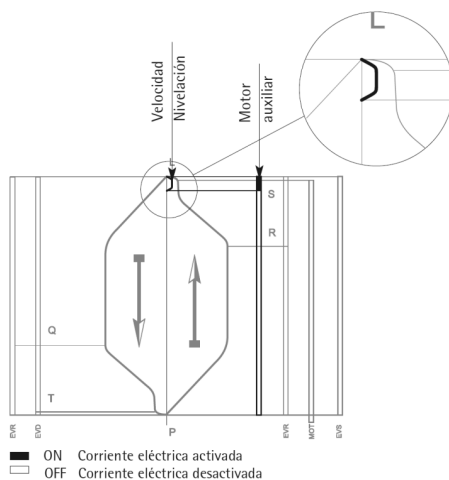

Fig. 40 – Diagrama de la velocidad de cabina
- El diagrama de la velocidad de cabina es el de la Fig. 40.